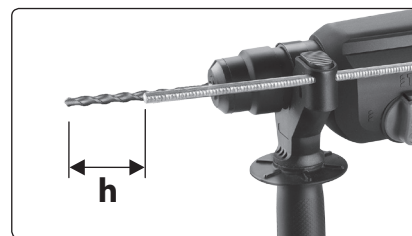

Abb. 2
- Zwecks Messung der Bohrtiefe kann man in den Griff beim gedrückten Schalter der Tiefenanschlagarretierung den Tiefenanschlag schieben und diesen auf die geforderte Bohrtiefe einstellen. Durch die Entfernung zwischen dem Ende des Tiefenanschlags und Bohrerende wird die Tiefe (h) der Bohrung festgelegt, siehe Abb. 2. Um den Tiefenanschlag zu arretieren, lösen Sie den Schalter der Tiefenanschlagarretierung. Prüfen Sie, ob der Tiefenanschlag ordnungsgemäß arretiert ist.